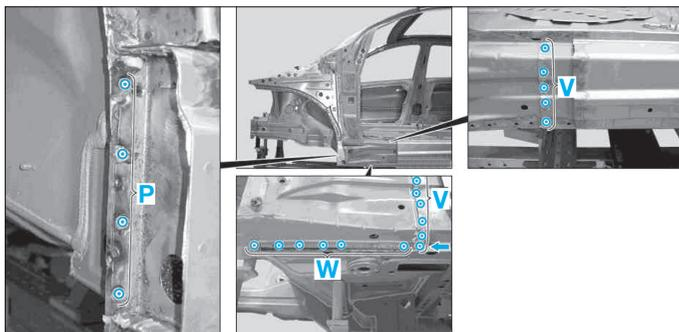

FIG. 39
- Percer des trous (Ø 6,5 mm) dans la zone (U).
- Fraiser les points de soudure dans les zones (P), (V), et (W) (Fig.39).